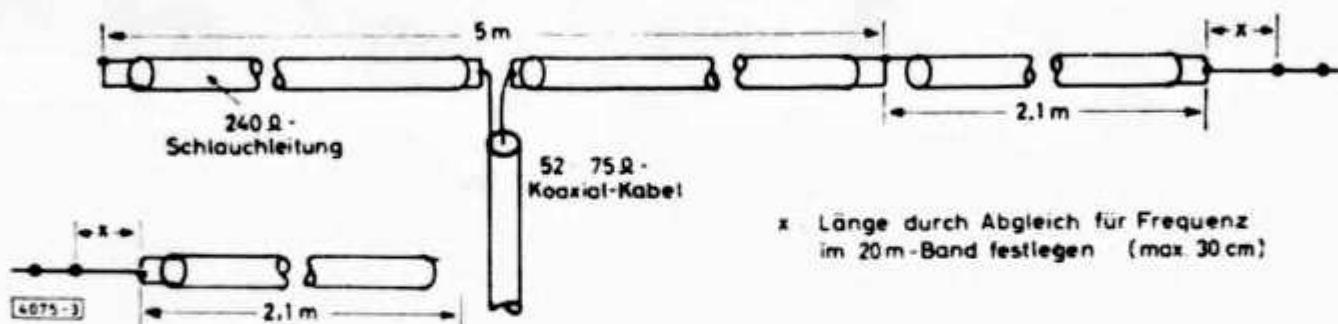

Abb. 3. Links unten aus Formatgründen die linke Fortsetzung der Zeichnung
**240  $\Omega$**  verwendet. Die Abmessungen sind der Abb. 3 zu entnehmen.